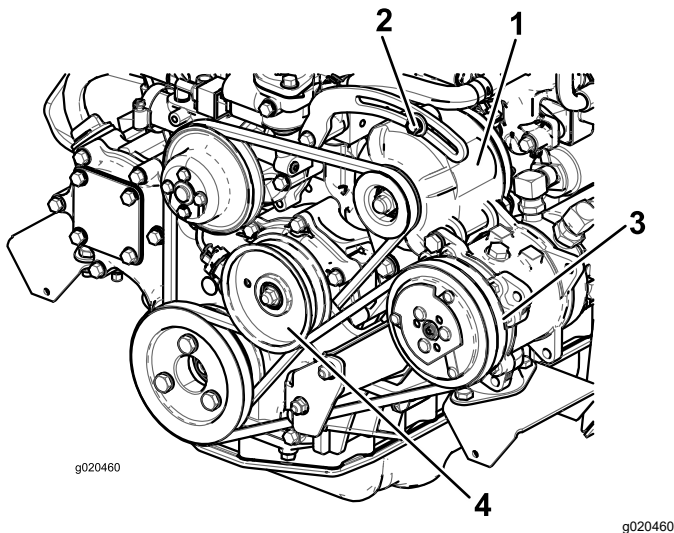

Figure 82
Si vous n'obtenez pas une flèche de 10 mm, desserrez les boulons de fixation de l'alternateur (Figure 82).
2. Si vous n'obtenez pas une flèche de 10 mm, desserrez le boulon de fixation de la poulie de tension (Figure 82). Augmentez ou diminuez la tension de la courroie du compresseur et resserrez le boulon. Contrôlez de nouveau la flèche de la courroie pour vérifier si la tension est correcte.
Vérifiez l'état et la tension de la courroie (Figure 82) toutes les 100 heures de fonctionnement.